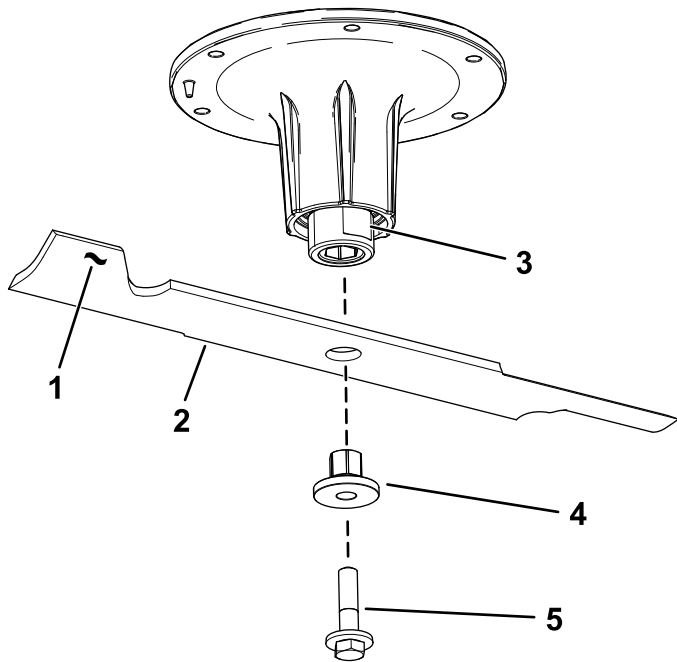

Figura 73
2. Retire el perno de la cuchilla, el buje y la cuchilla del eje (Figura 73).